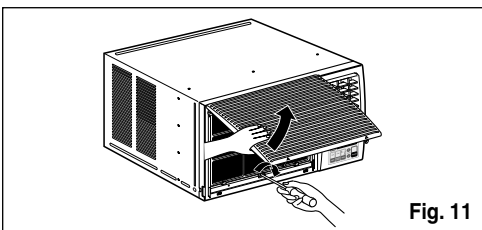

Fig. 11
14. Levante la parrilla de entrada y ajústela con tornillos Tipo A, através de la parrilla frontal. (Ver Fig. 11)